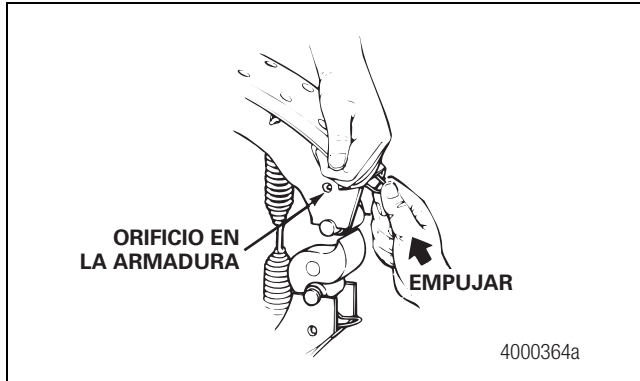

Figura 5.27
- Empuje el retenedor del rodillo de la zapata hacia dentro de la zapata hasta que las orejas queden trabadas en los orificios de la armadura de la zapata. Figura 5.27.